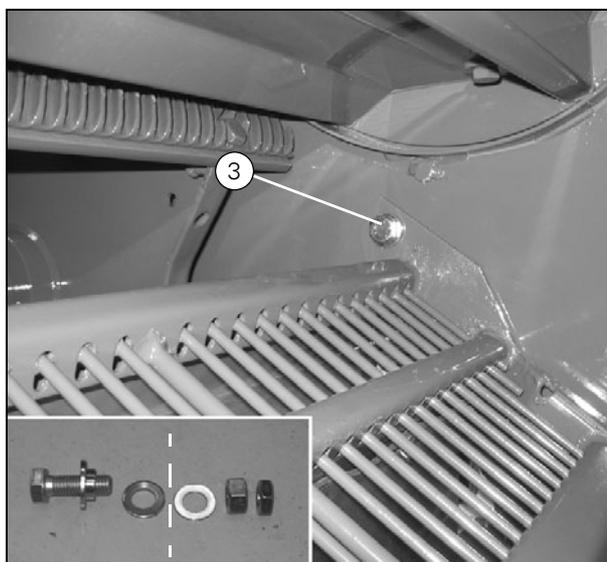

Рисунок 63
- Порядок установки различных деталей показан на (Рис. 63).